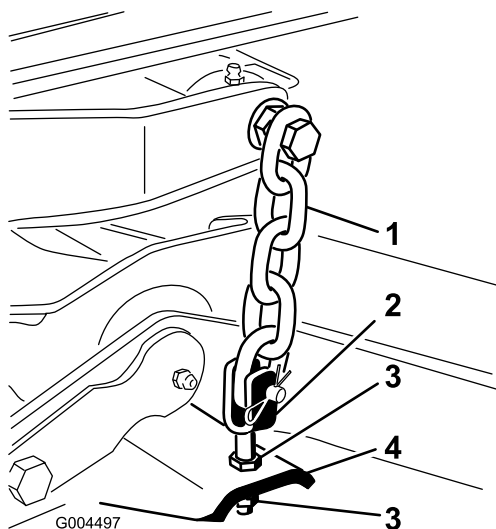

Figure 24
8. Ajustez les écrous de blocage qui fixent les chapes/chaînes au plateau de coupe jusqu'à ce que le plateau de coupe soit de niveau (Figure 24).
7. Ajustez les écrous de blocage qui fixent les chapes/chaînes au plateau de coupe pour élever l'arrière du plateau de coupe de sorte à obtenir une inclinaison de la lame de 8 mm (Figure 24).